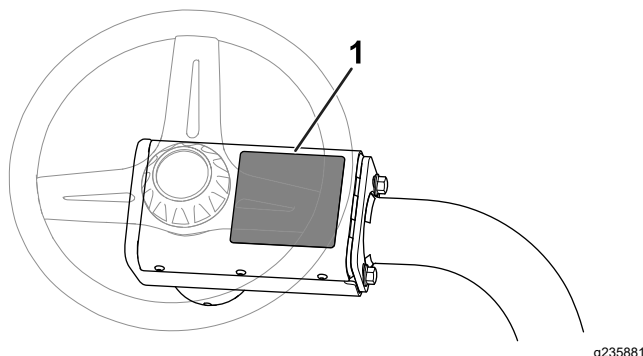

図 8
- CE 警告デカル P/N 136-8505 を、既存の警告デカル P/N 136-8506 の上から貼り付ける。図 8 は警告デカルの貼り付け位置を示す。